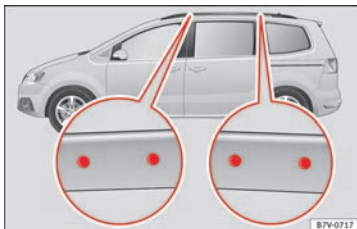

Fig. 99 Puntos de fijación de los soportes básicos y del portaequipajes de techo.
Los orificios de posicionamiento se encuentran en el lado interior de las barras laterales del techo » **fig. 99.**
- El soporte básico debe fijarse únicamente en los puntos indicados en la ilustración » **fig. 99.**